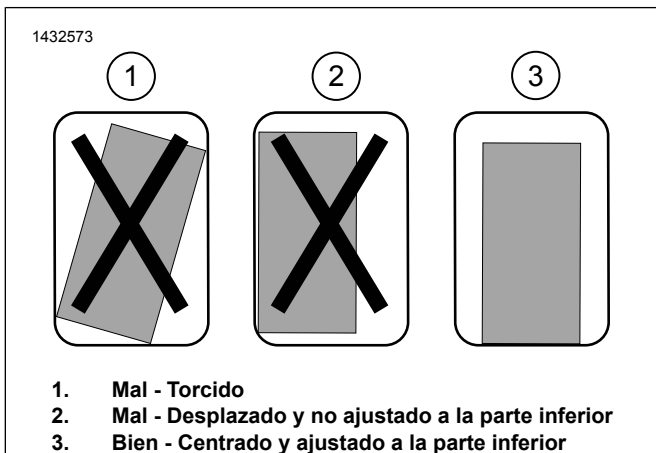

Figura 11. Instalación de la pieza de soporte del soporte
- a. Figura 11 Pruebe el ensamblaje de la pieza de soporte del soporte. El soporte debe ser recto, centrado y lo más cerca posible de la parte inferior de la alforja.
- c. Figura 11 Pruebe el ajuste para la ubicación final, asegurándose de que el soporte esté recto, centrado y lo más cerca posible del fondo de la alforja.